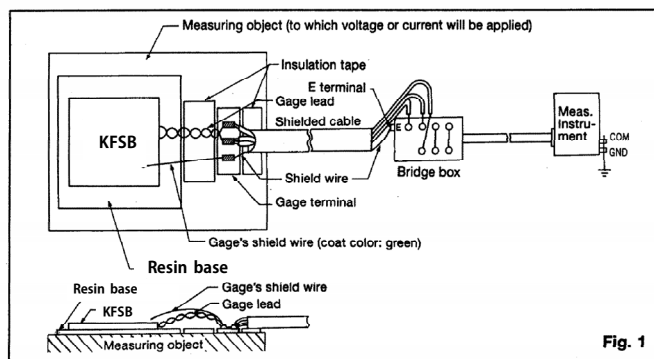

Fig. 1
4.1 供試体に電圧を印加する場合や電流を流す場合の結線方法の一例を以下に示します。(図1)